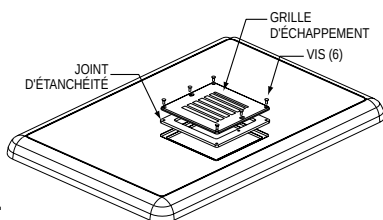

Figure 14.
1. Retirez les six (6) vis de retenue de la vieille grille d'échappement et jetez les vis, le joint d'étanchéité et la grille d'échappement tel qu'indiqué dans la **figure 14**.